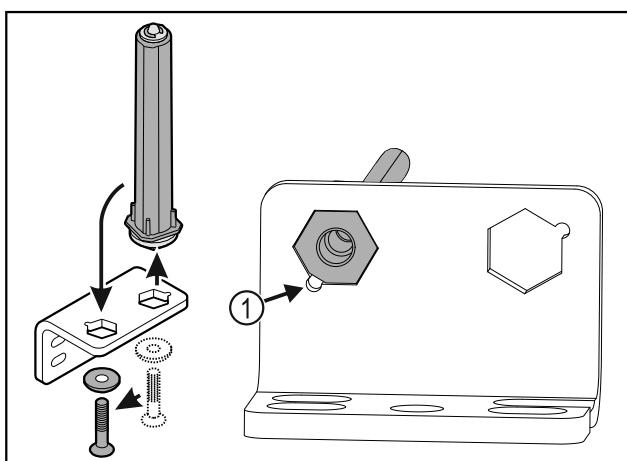

Fig. 40
- Pobrinite se za to da je prilikom umetanja zakošenje na svornjaku Fig. 40 (1) usmjerenje prema okrugloj rupi.